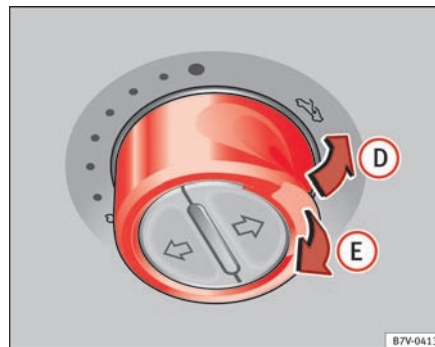

Fig. 59 I loftet: Tryk på kontakten eller træk i den for at vippe op eller lukke.
⇒ Fig. 59
- *Panoramaskydetag*: Inden for ca. 5 sek. efter udløsning af kraftbegrænsningen skal du trække bagest i kontakten ⇒ Fig. 59 (pil E), indtil panoramaskydetaget er helt lukket.